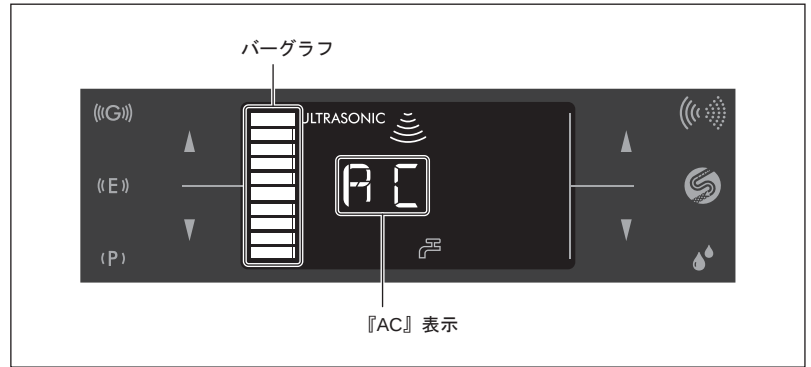

図37
- 7) オートクリーニングキーを約3秒間長押しして、オートクリーニングを始めます。クリーニング時間は約45秒です。クリーニング中は、液晶パネルに『AC』と表示され、バーグラフで残時間の目安を確認できます（図37）。